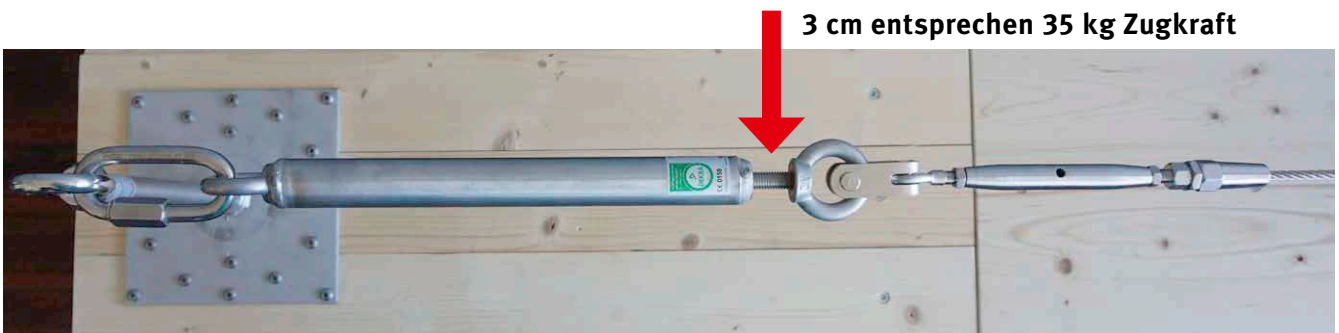

Bild 8
- 7** Spannelement so spannen, dass es 3 – 4 cm vorspannt (Bild 8).